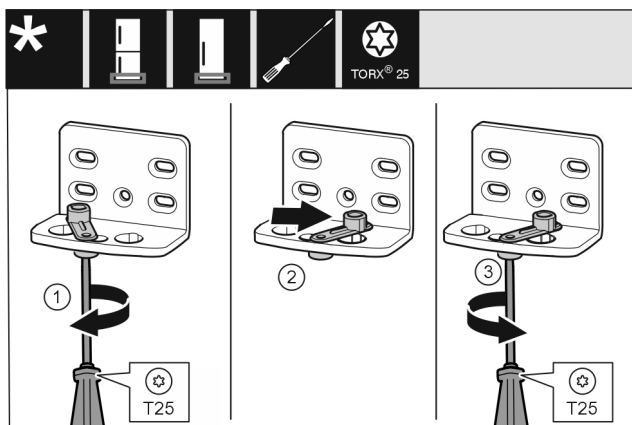

Fig. 14
- ▶ Desfaceți șurubul Fig. 14 (1) cu șurubelnița.
- ▶ Ridicați dispozitivul auxiliar de închidere a ușii Fig. 14 (2) și rotiți-l cu 90° spre dreapta în orificiu.
- ▶ Înșurubați ferm șurubul Fig. 14 (3) cu șurubelnița.